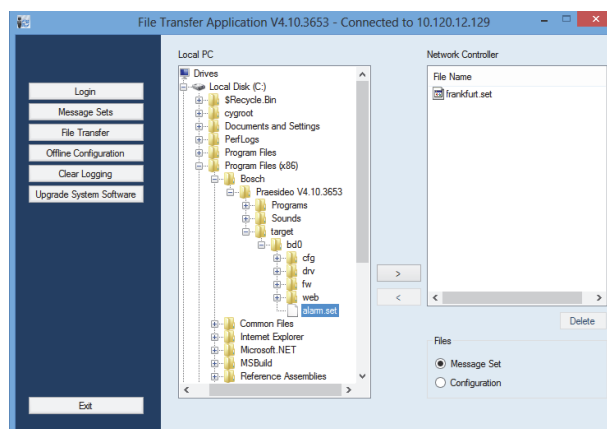

figure 45.10: Transfert d'un jeu de messages
- 1 Dans l'application *File Transfer* commencez par vous connecter puis cliquez sur le bouton *File Transfer*. Un écran semblable à celui illustré à la figure 45.10 s'affiche.